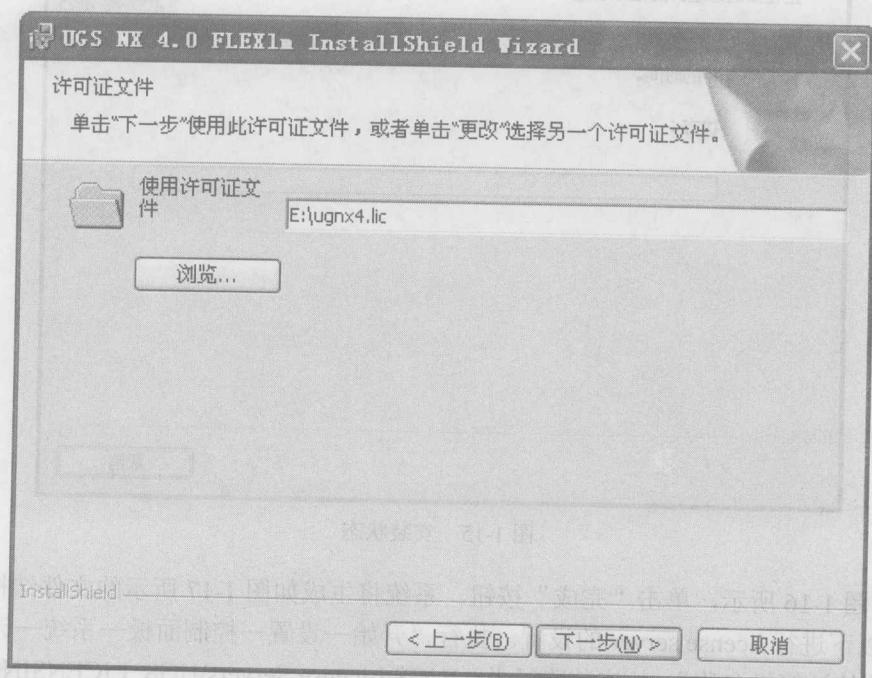

图 1-13 读入许可证文件
(6) 读入许可证文件。如图 1-13 所示，单击“浏览...”按钮读入光盘中的许可证文件，单击“下一步”按钮。